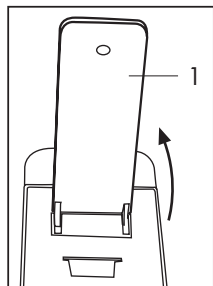
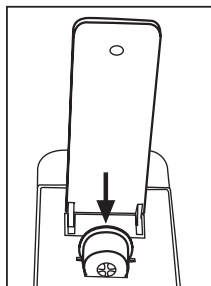

Abb. 8
Abb. 9
- Klappen Sie den Steuerhebel (1) langsam nach oben (**Abb. 8**) und setzen Sie eine Kapsel in die vorgesehene Öffnung ein. (**Abb. 9**)